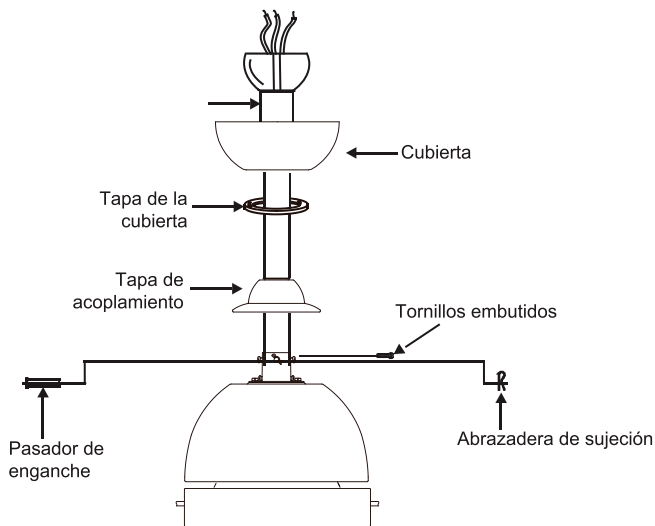

Fig. 8
**Paso 8.** Deslice la tapa del acoplamiento, la tapa de la cubierta y la cubierta sobre el vástago de extensión. (Fig. 8)
Enrosque la bola colgante en el vástago de extensión, inserte el pasador transversal a través del vástago de extensión y ajuste el tornillo embutido. (Fig. 8)